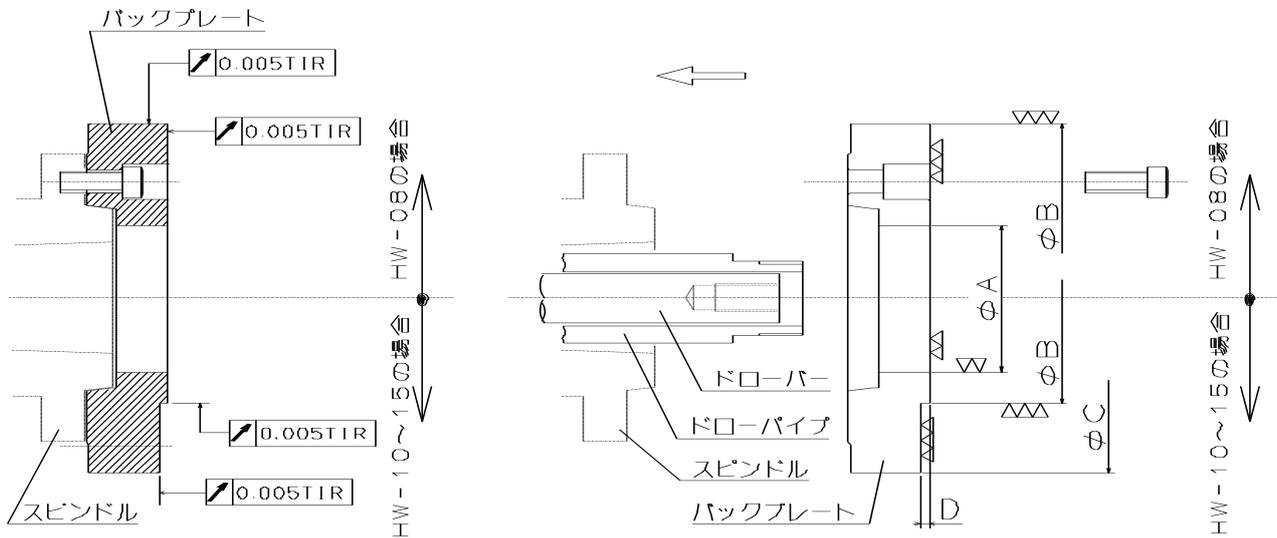

図 18
- 図 18 は JIS ショートテーパ規格の場合である。
- バックプレートはプランジャナットを引いた際に、プランジャナット端面がバックプレートに当たって止まるような寸法(図 18 の寸法φA)とすること。ストロークが規定よりも大きくなると、チャックの破損や把握不良の原因となる。